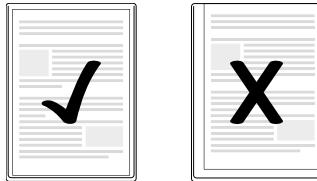

Fig. 1
- ▶ Veillez à ce que toutes les bordures du document aient au moins deux millimètres d'écart par rapport au bord de la pochette à plastifier, comme indiqué sur la fig. 1.
- Veillez à ce que toutes les bordures du document aient au moins deux millimètres d'écart par rapport au bord de la pochette à plastifier, comme indiqué sur la fig. 1.